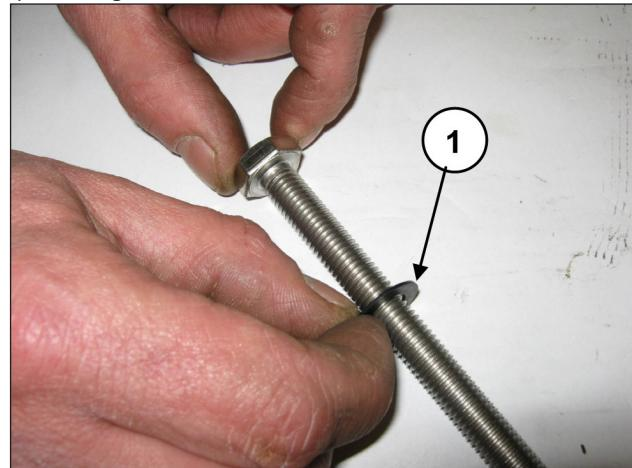

Fig. 157
Inserire la rosetta Ø10x18x0,9 nella vite fissaggio pistone (pos. ①, Fig. 157).